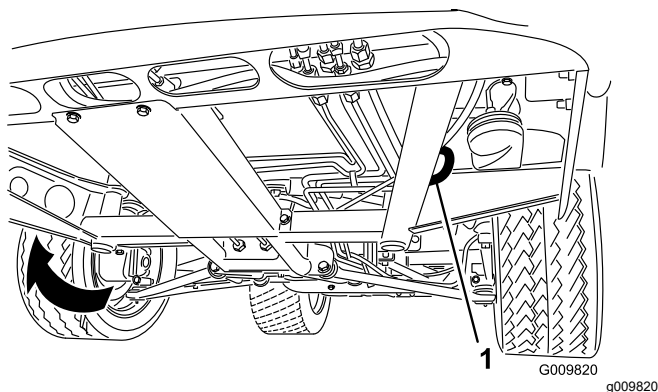
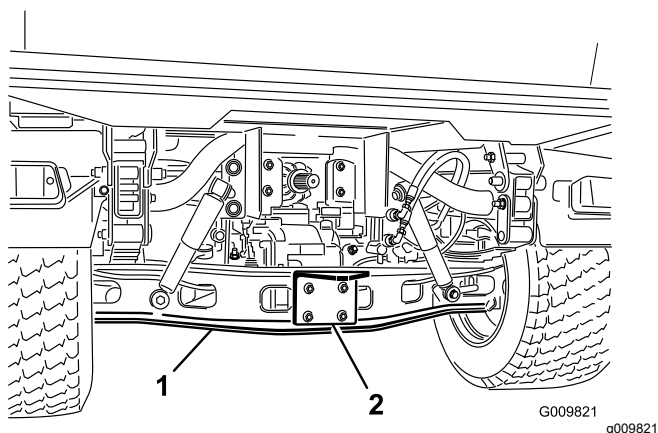

Figura 19
Figura 20
Consulte Figura 19 e Figura 20 para localizar os pontos de fixação da máquina.
1. Ate um cabo de reboque ao garfo, na parte dianteira do chassi da máquina (Figura 19).